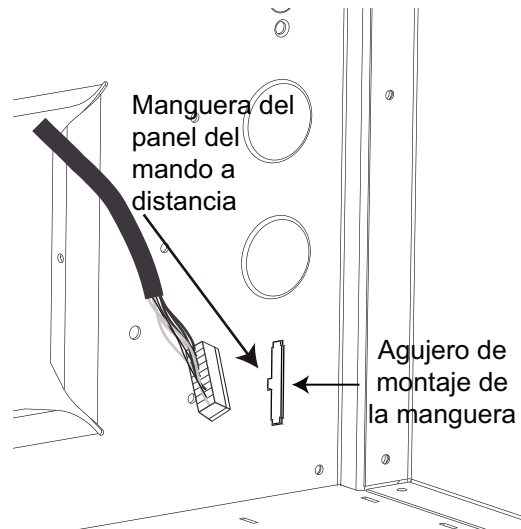

Figura 14: Agujero de montaje de la manguera del mando a distancia
- Inserte el extremo de la manguera del panel del mando a distancia en el agujero de montaje, como se ilustra en la Figura 14, hasta oír un chasquido.